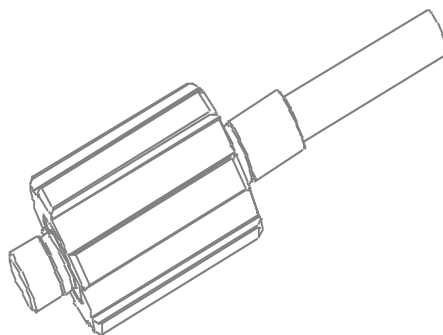

Рисунок 4.3 – Деталь «Вал»
10. Аналогічно лабораторної роботі № 2, виконайте канавки під вихід шліфувального круга (шліфування по циліндру і торцю) для ступенів підшипників вала, згідно з кресленням *Додатка Б*. Результати виконання даних дій представлені на рис. 4.3.